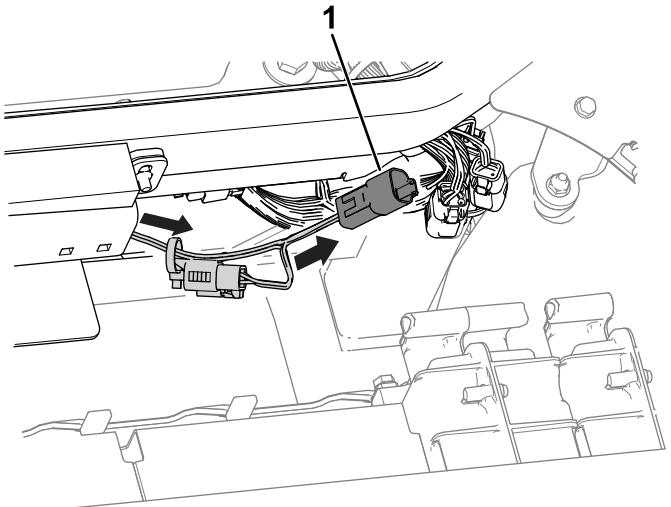

**Figura 4**
4. Utilizzate una fascetta per cavi e una chiusura a pressione per fissare il cablaggio preassemblato al telaio della macchina (**Figura 4**).